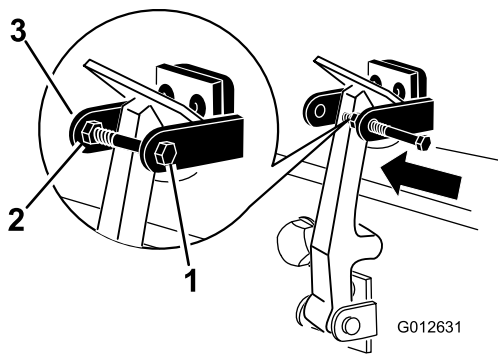

Figure 10
7. Vissez le boulon dans l'autre bras du support de verrou pour bloquer ce dernier en position (Figure 10). Serrez fermement le boulon mais pas l'écrou.